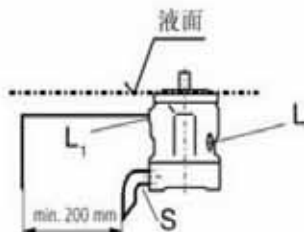

图 1
a) 当油箱的最低液面和泵的安装法兰面同高或更高时，将“L”口堵死而将“L₁”和“S”打开；推荐“L₁”和“S”口如图1接上管道。